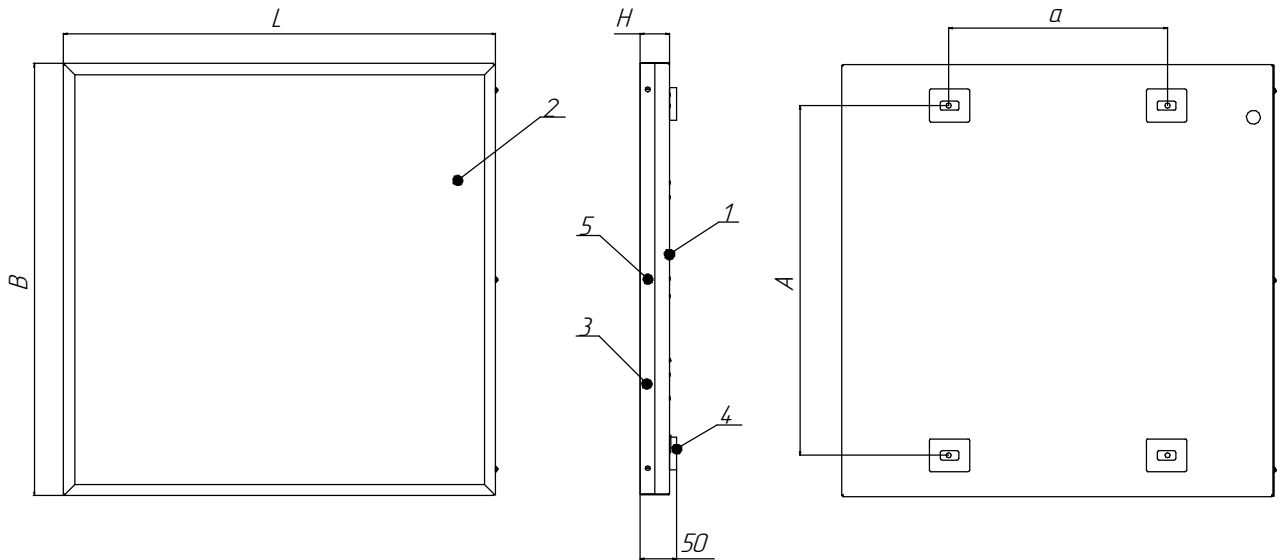

Рисунок 1 - Светильник Alenka LED/S
5.3 Снимите боковую планку поз.3, отвернув удерживающие ее винты поз.5 (рис. 1).